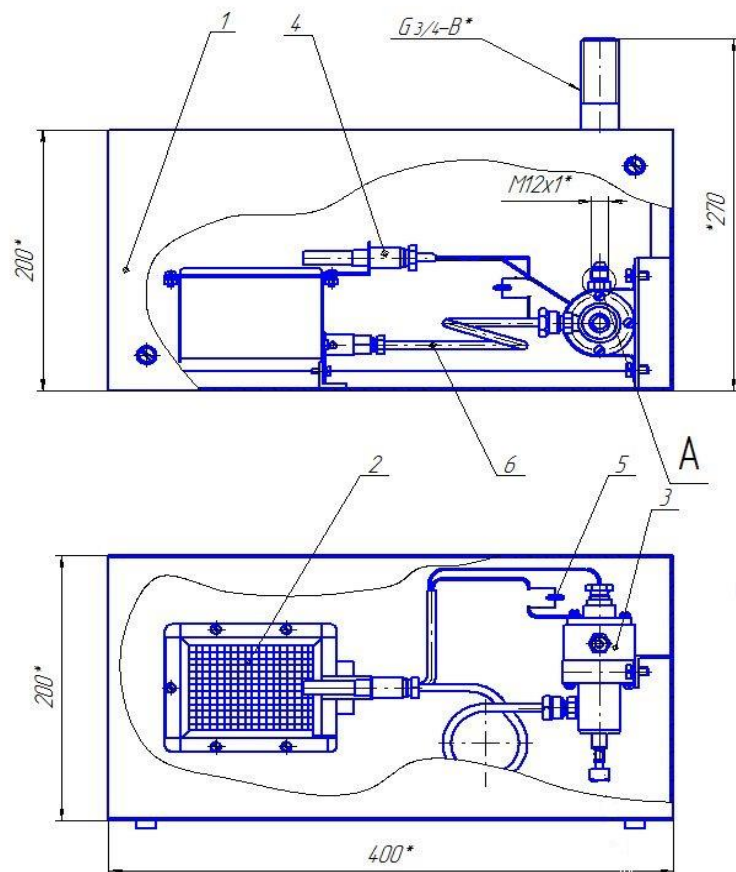

Рисунок 1 – Обогреватель газогорелочный шкафной ОГШН.
Содержание работ: Замена элементов 2, 3, 4 (см. рисунок 1)
Неисправность электромагнитного клапана поз.3 (см. рисунок 1):
- для замены электромагнитного клапана, необходимо произвести демонтаж неисправного клапана и установить новый клапан согласно рисунок 1;
Неисправность инфракрасного излучателя поз.2 (см. рисунок 1):
Неисправность термогенератора поз.4 (см. рисунок 1):